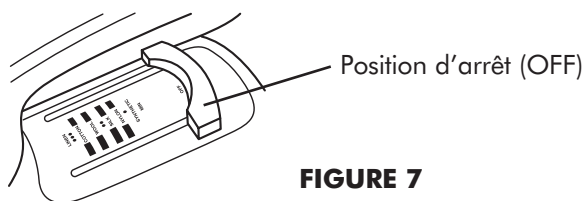

FIGURE 7
1. Placez le sélecteur de température à la position d'arrêt (OFF - reportez-vous à la figure 7).
1. Placez le sélecteur de température sur la position d'arrêt (figure 7).